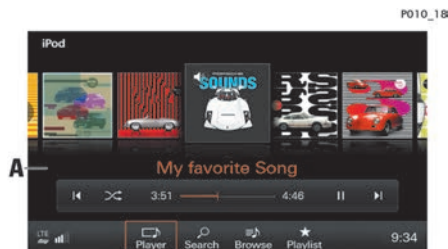

Fig. 197 : Lecture de musique
2. Balayez l'affichage de Coverflow **A** (fig. 197) vers la gauche ou vers la droite jusqu'à ce que l'album souhaité s'affiche en plus grand au centre de l'écran.